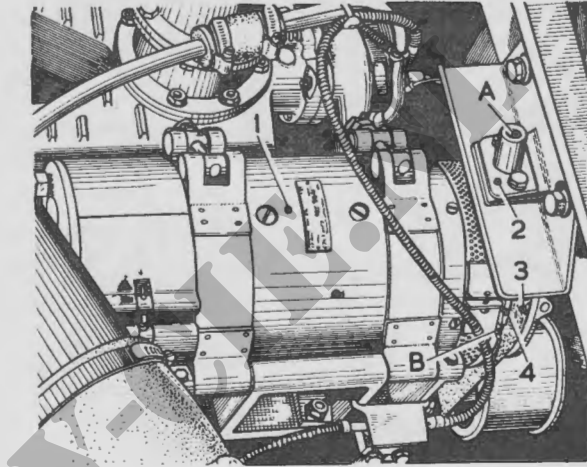

Fig. 35. Steunplaat voor het vasthouden van de snaarschijf van de generator
- (1) Open de linker motorluiken ( $\frac{3}{4}$ -in steeksleutel).
- (2) Steek een draaipen door het gat, zie fig 35 (A), in de steun die boven de riem-